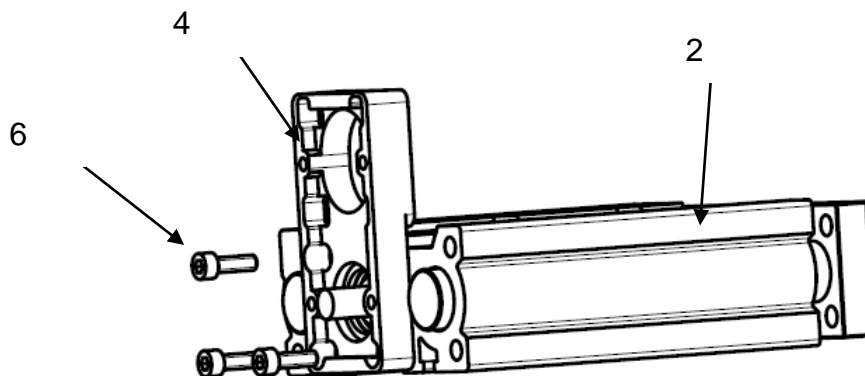

Рисунок 9 – Монтаж корпуса на модуль.
1) смонтировать корпус монтажного комплекта (поз. 4) на модуль (поз. 2) (см. рисунок 9). Закрепить корпус (поз. 4) с помощью винтов (поз. 6). Все резьбовые отверстия должны быть зафиксированы при помощи среднего фиксатора (A1042 или аналог);